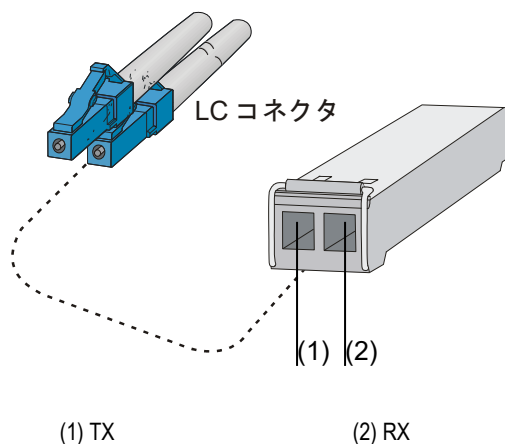

図 3-41 SFP/SFP+ トランシーバモジュール
- 3) 図 3-41に示すように、ラッチが固定されたことを示すクリック音があるまで、コネクタに光ファイバケーブルを挿入してください。